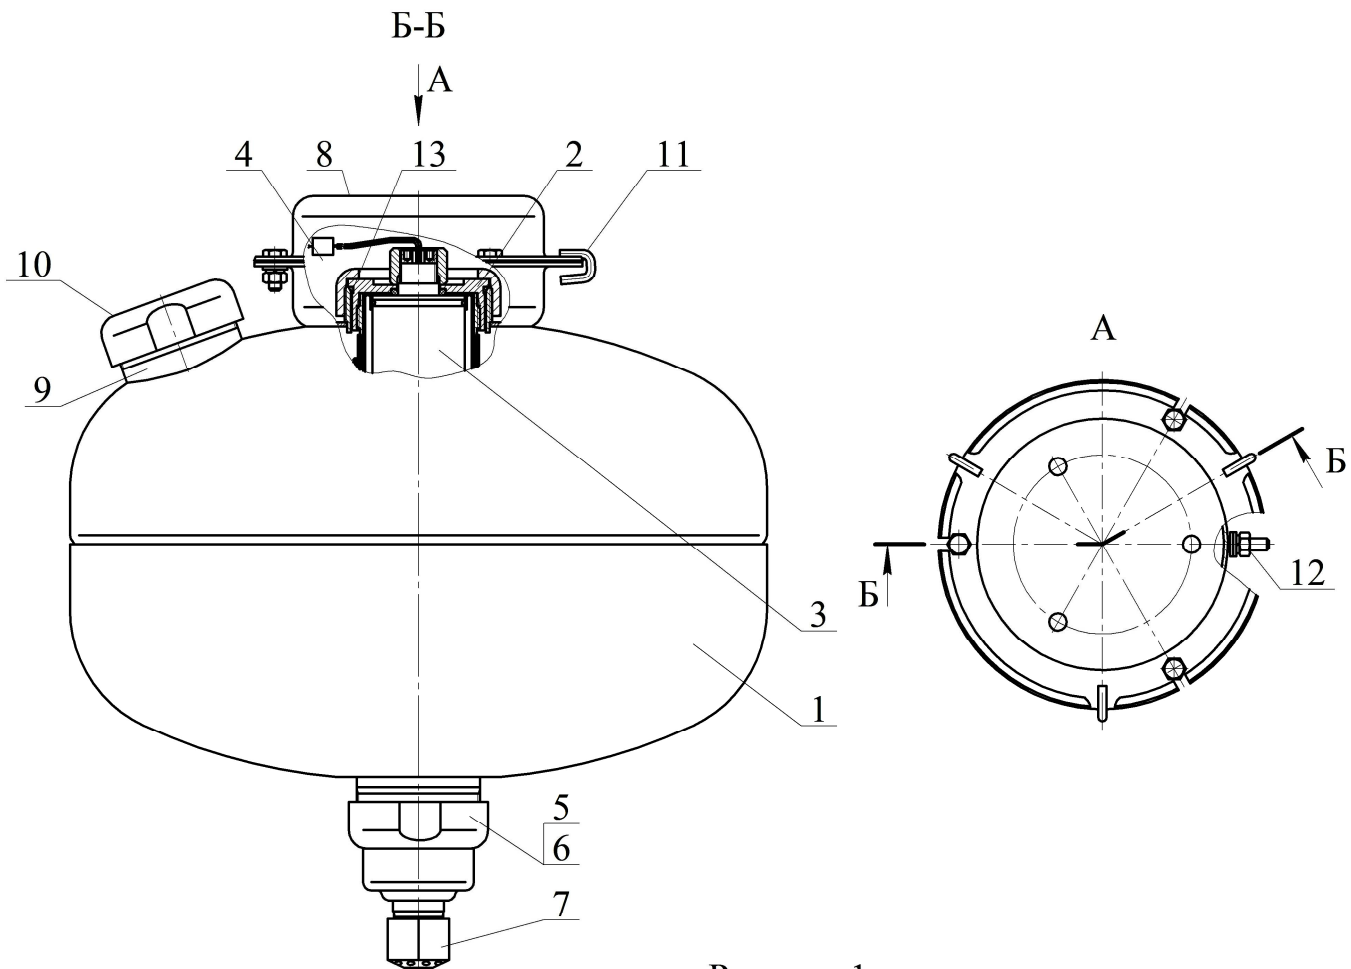

Рисунок 1
4.1.1 МУПТВ (см. рисунок 1) состоит из корпуса **1**, заправленного ОТВ, в котором размещено газогенерирующее устройство **2**. В герметичный корпус газогенерирующего устройства установлен ИХГ **3** с элементом электропусковым **4**. Нижняя горловина корпуса перекрыта срезной мембраной **5**, которая поджата гайкой **6**. С гайкой **6** через фильтрующий элемент соединен насадок-распылитель **7**. В верхней части корпуса расположены кронштейн **8** для крепления к потолочному перекрытию, горловина **9** для заливки ОТВ и предохранительный клапан **10**. Для фиксации МУПТВ при монтаже на кронштейне **8** закреплены три скобы **11**. МУПТВ имеет заземляющий зажим **12**.
4.2.1 После подачи электрического импульса на выводы элемента электропускового 4 (см. рисунок 1) ИХГ 3 генерирует газ, который создает давление внутри корпуса МУПТВ для вскрытия мембраны 5 и выпуска через насадок-распылитель 7 в зону горения тонкораспыленной струи ОТВ.
6.3 Закрепить кронштейн 8 (см. рисунок 1) на потолке. Координаты отверстий в кронштейне приведены на рисунке 4.
6.5.1 Залить в отверстие верхней горловины 9 (см. рисунок 1) воды по ГОСТ 6709-72, СанПиН 2.1.4.1074-01 (температура воды должна быть плюс $(15...25)^{\circ}\text{C}$) объемом $12,15^{+0,2}$ дм^3 . Открыть упаковку с жидкой добавкой к воде и залить ее в отверстие верхней горловины 9. Установить в отверстие горловины предохранительный клапан 10. Сверху закрутить гайку до упора.
6.6 Накрутить до упора насадок-распылитель 7 (см. рисунок 1).
7.4 Комплект поставки для перезарядки МУПТВ (см. рисунок 1):